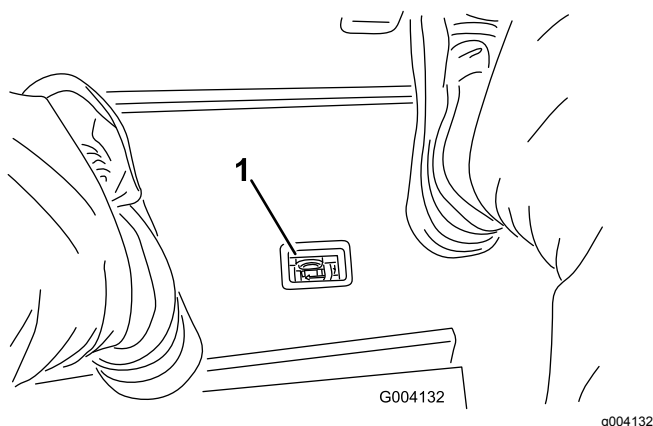

**Рисунок 88**
2. Очистите область вокруг места крепления фильтра и установите сливной поддон под фильтр (Рисунок 88) и (Рисунок 89).